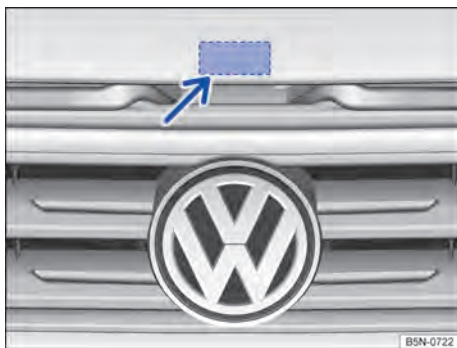

Fig. 254 Pela grade do radiador: alavanca de abertura da tampa do compartimento do motor.
- Levantar a tampa do compartimento do motor pela alavanca de abertura → Fig. 254 (seta) e abrir totalmente. A tampa do compartimento do motor é suportada pelo amortecedor a gás. ▶